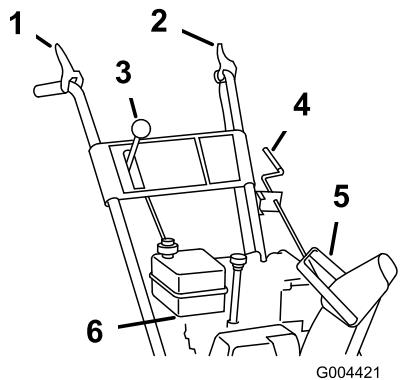

Figure 13
4. Sélectionnez la troisième vitesse (Figure 13).